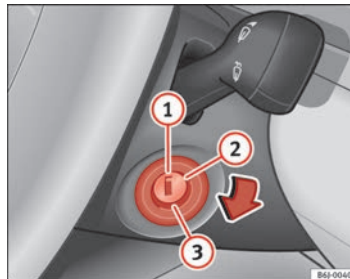

Abb. 98 Stellungen des Zündschlüssels
In dieser Stellung → Abb. 98 sind die Zündung und der Motor ausgeschaltet und die Lenkung kann gesperrt werden.
- Drehen Sie den Zündschlüssel in Stellung ⇒ Abb. 98 ②. Beim Vorglühen des Motors leuchtet die Kontrollleuchte ☞ auf.
- Wenn die Kontrollleuchte ausgeht, drehen Sie den Zündschlüssel in Stellung ③ zum Anlassen des Motors - geben Sie kein Gas.
- Drehen Sie den Zündschlüssel in Stellung ⇒ Abb. 98 ①.